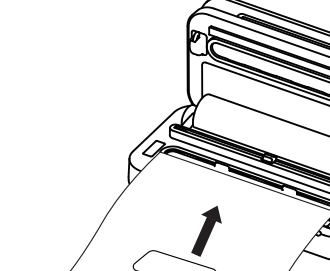

图5
- 将袋子的开口端置于真空室内,确保其完全位于黑色封气棉围成的抽气室内,如图5。